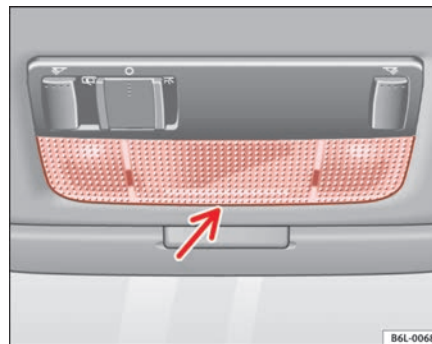

Abb. 167 Leseleuchte vorne
- Das flache Ende eines dünnen Schraubenziehers zwischen Gehäuse und Glas einführen ⇒ Abb. 167.